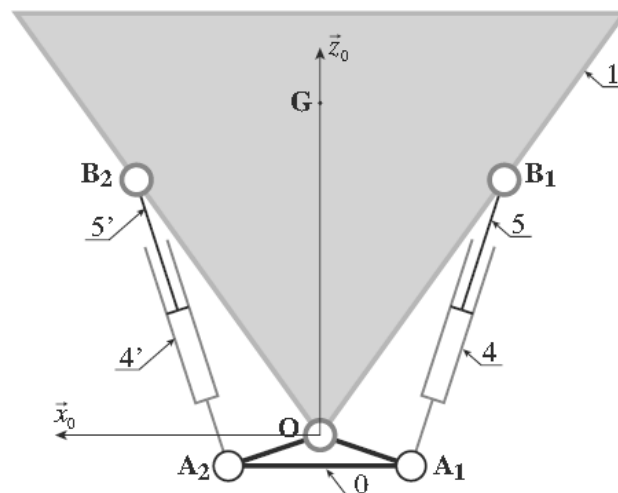

Figure 2 - Schéma cinématique du modèle mécanique adopté
- Q3** En considérant la liaison équivalente que vous avez déterminée pour les contacts corps du vérin, ensemble {piston-tige}, déterminer le nombre de mobilités m_c du mécanisme modélisé par le schéma cinématique plan de la **Figure 2**.